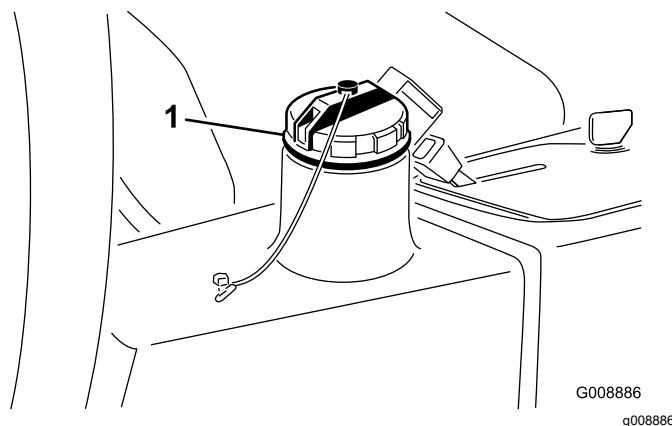

Figure 60
3. Remplissez le réservoir (**Figure 60**) d'environ 13,2 litres d'huile hydraulique (voir Contrôle du niveau de liquide hydraulique).